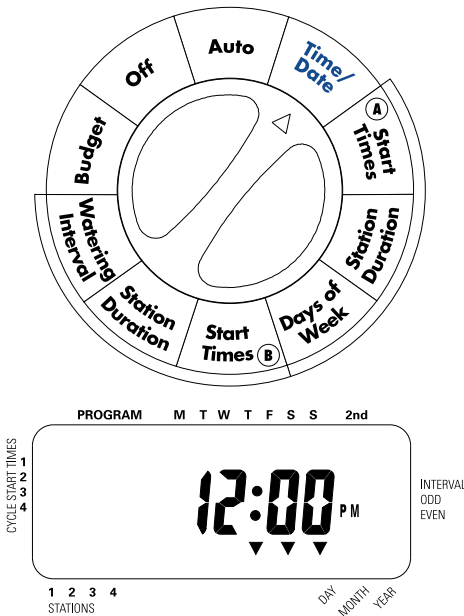

Abbildung 1: LCD-Anzeige mit möglichen Angaben
- 12:00 PM erscheint in der Anzeige mit drei Pfeilen, die auf Jahr, Monat und Tag zeigen. [Siehe Abbildung 1]